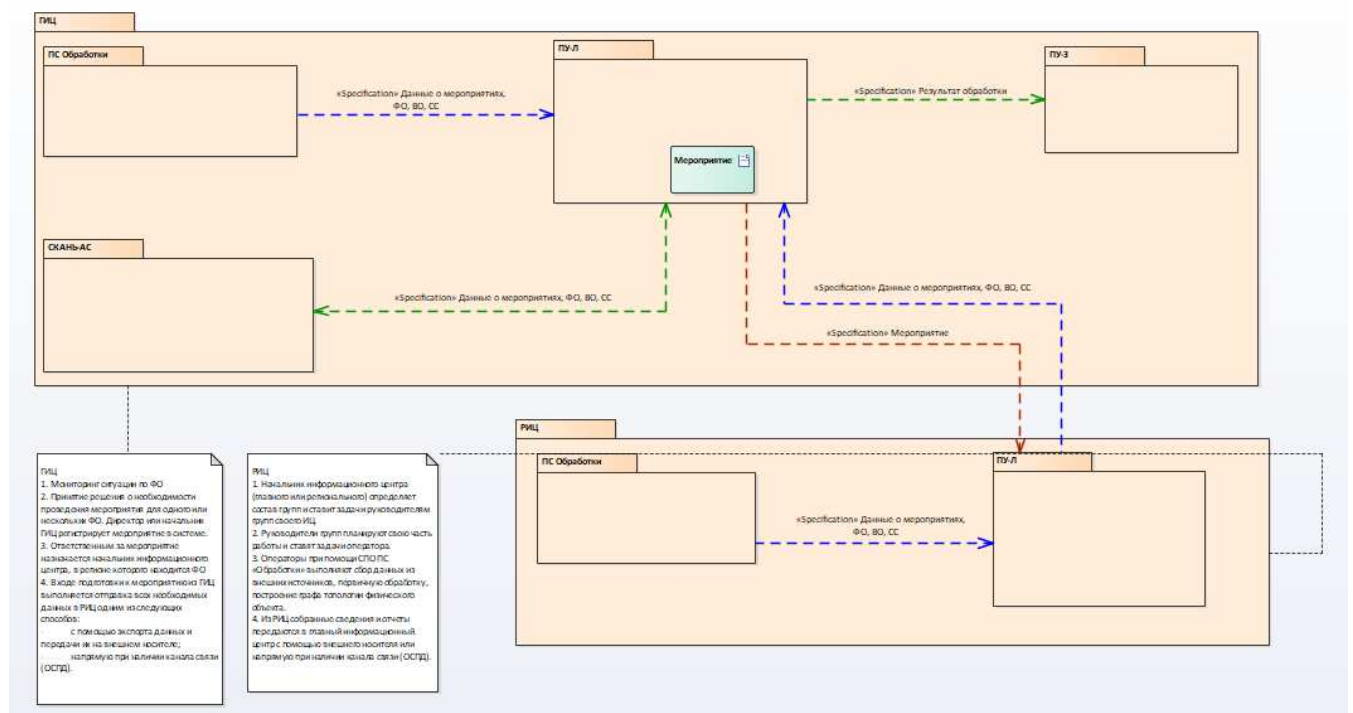

Рисунок 2 – Функциональная схема изделия
1.1.4.2 Функциональная схема изделия представлена на рисунке Рисунок 2.